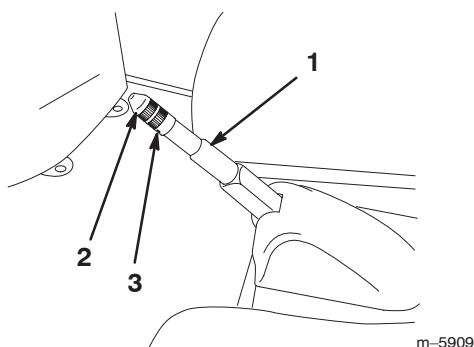

Figure 33
2. Desserrez la vis de fixation du bouton sur le levier du frein de stationnement (Fig. 33).